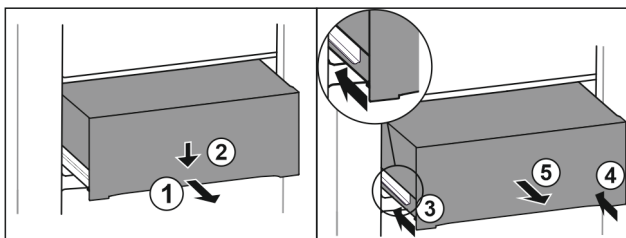

Fig. 114
- ▶ Tirer le tiroir jusqu'à mi-chemin. Fig. 114 (1)
- ▶ Appuyer sur l'avant du tiroir vers le bas. Fig. 114 (2)
- ▶ Insérer le rail gauche d'env. 2 cm (13/16 in). Fig. 114 (3)
- ▶ Insérer le rail droit d'env. 2 cm (13/16 in). Fig. 114 (4)
- ▶ Retirer le tiroir par l'avant. Fig. 114 (5)